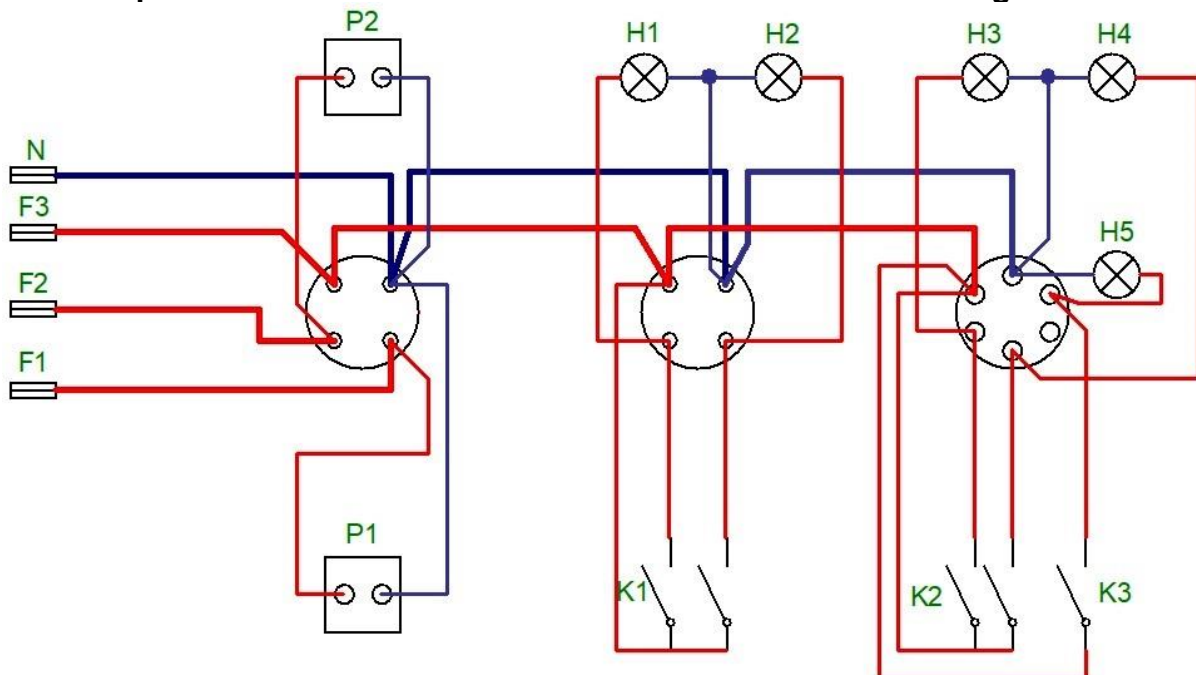

Figura 1.15 Schemă de conexiuni realizată în Proficad
5. După executarea conexiunilor în doze schema arată ca în figura 1.15